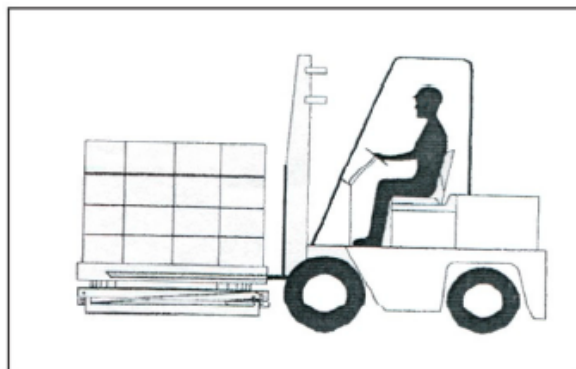

Fig. 10. Pålæsning med gaffeltruck
1. Placér pallen på pallebordet og sænk gafflerne. Kontrollér, at det er pallebordet, der bærer lasten og ikke gaffeltrucken, inden lasten sættes af. Se Fig. 10 på side 7.